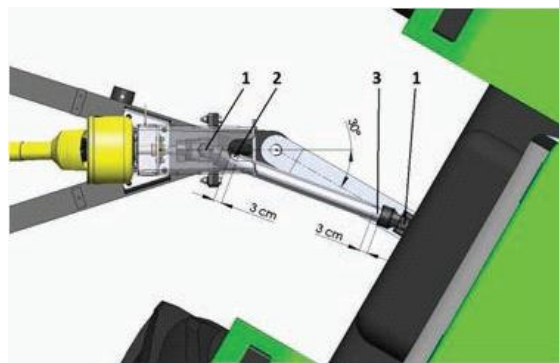

Figura 8
3. Desmonte o cardan, conectando a parte do tubo (3) ao eixo da TDP e a parte da barra (2) na máquina, ver figura 8;
5. Se a folga for inferior a 3 cm, marque e corte o tubo (3) e a barra (2) na mesma proporção;
7. Certifique-se que os olhais (1) das cruzetas estejam acoplados de maneira correta onde que os mesmos devem se coincidir em paralelo.
O ângulo máximo permitido para o cardan em movimento é de 30° conforme figura 8. Se ultrapassar este valor, desligue a TDP.